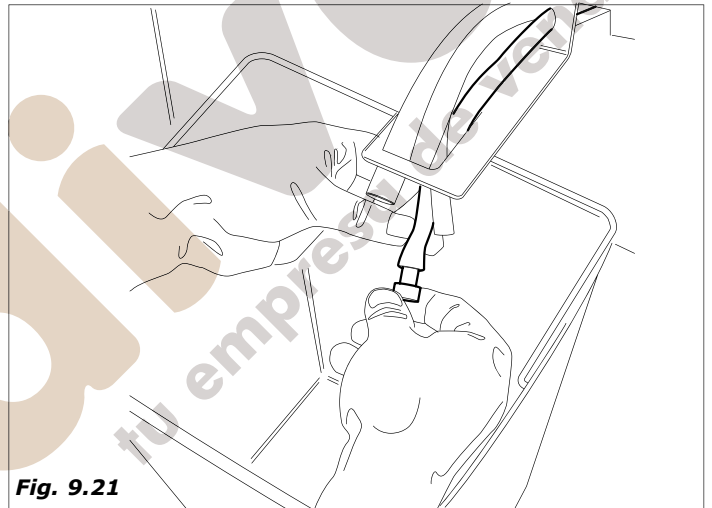

Fig. 9.21
- Colocar de nuevo el tapón (*Fig.9.21*).